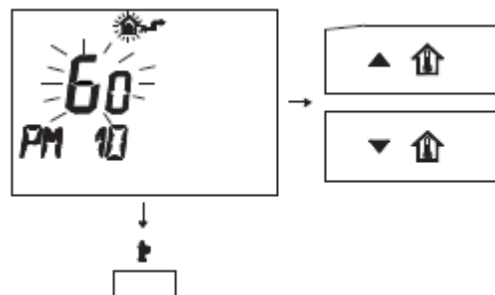

рис. 5.61
- Поменяйте установленное значение с помощью кнопок **▲** **☺** или **▼** **☺**, и подождите, пока запрограммированное цифровое значение начнёт мигать (рис. 5.61)